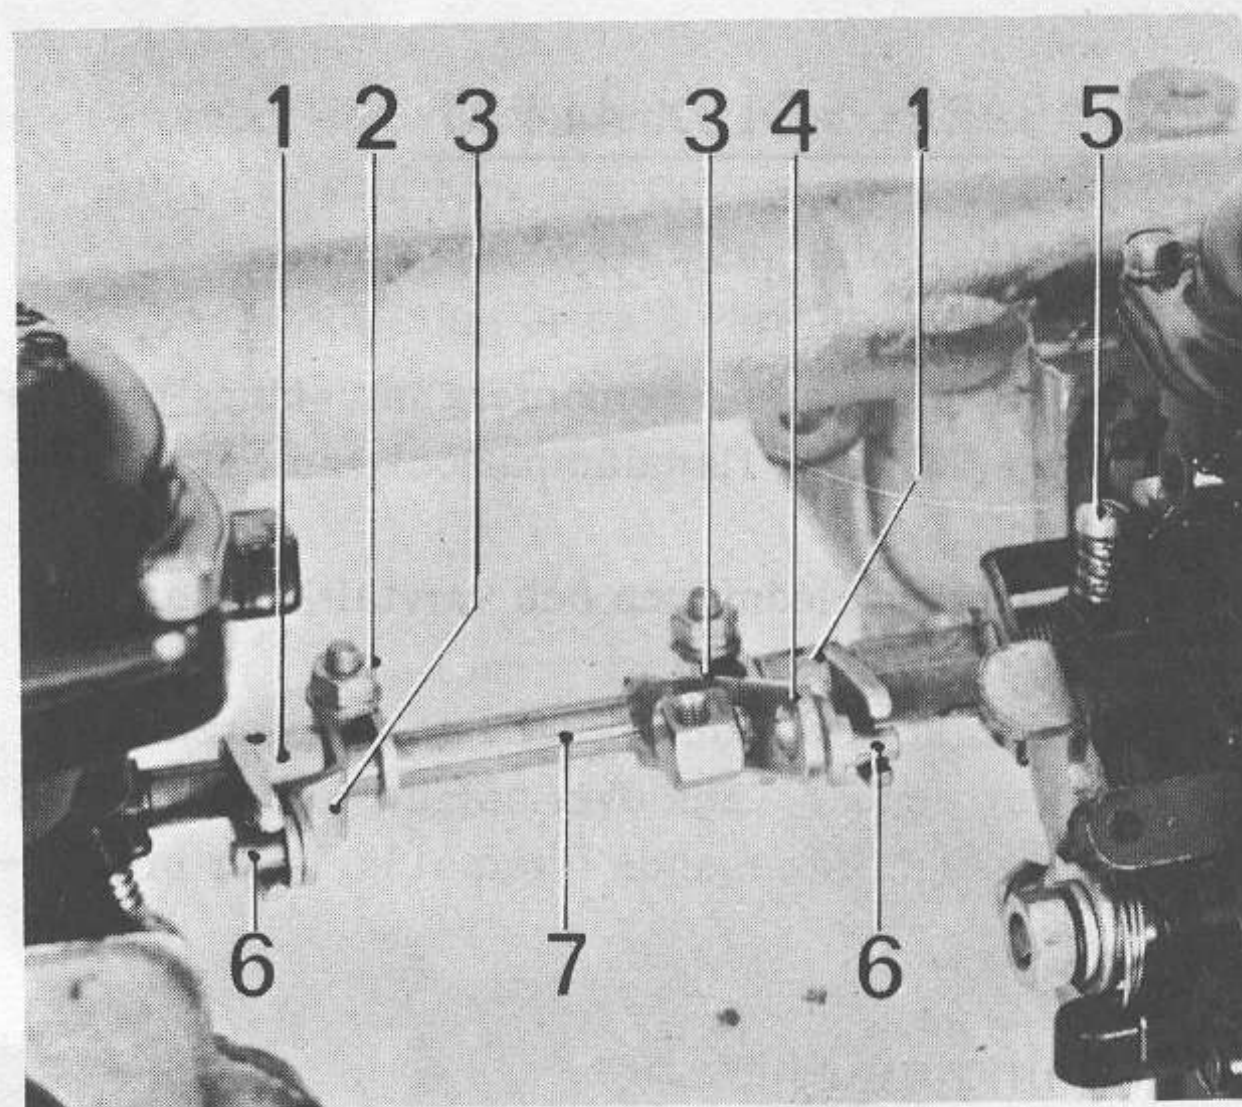

Bild F8 Förgasare 175 CDSE
1. Skruva tillbaka samtliga snabbtomgångsskruvar så att spel uppstår mellan skruvarna och kamarna på kallstarthävararna. Justera därefter tomgångsskruvarna (5 bild F8) så att de precis berör spjällhävarmens klack dock utan att förändra läget på denna.
AQ130. Ställ hävararna (3 bild F8) i ett sådant läge att tapparna (6) underkanter samtidigt påverkar spjällhävararna (1) för båda förgasarna samt lås dem i detta läge.
AQ165. Ställ hävararna (3 bild F8) mellan mitre och bakre förgasaren så att tapparna (6) underkanter samtidigt påverkar båda förgasarna samt lås dem. Koppla därefter in kallstarthävarmen på mitre förgasaren. Lås hävararna (3) mellan mitre och främre förgasaren så att ett totalt spel på 0,5 mm erhålles mellan underkanten på hävararnas tapp (6) och uttaget i spjällhävararna. Kontrollera därefter, vid inkoppling av mitre förgasarens kallstarthävar, att främre förgasaren ej påverkas.
5. Kontrollera att mellanaxeln (7) har ett axiellt spel av ca 1 mm.
6. Anslut reglagekabelns tärning till förgasarsnålen (4) så att tapparna (6) på mellanaxeln (bakre mellanaxeln, AQ165) hävarmar (3) kommer att ligga mitt i gapet på spjällaxelns hävarmar (1). OBS! Detta glapp måste finnas för att kallstarthävararna skall kunna inkopplas.